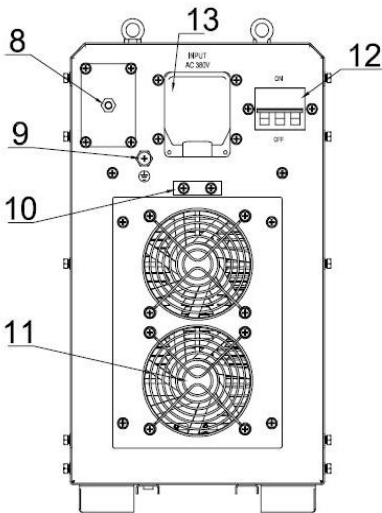
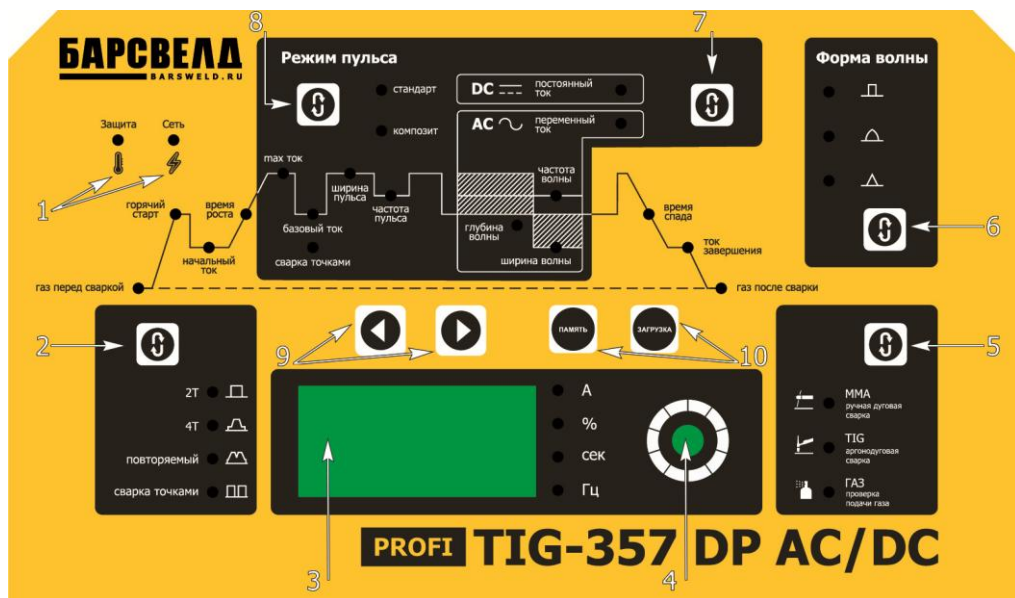

Рис.2. Задняя панель
Рис.3. Панель управления
1. Нажмите кнопку «ЗАГРУЗКА» (Рис. 3, п. 7) для выбора номера программы. Для перехода к следующей программе или другой нажмите на кнопку «ЗАГРУЗКА» повторно.
1. Выберите номер программы для выбранного параметра при помощи кнопки «ЗАГРУЗКА» (Рис. 3, п. 10).
2. Установите необходимые величины параметров при помощи ручки выставления параметров (Рис. 3, п. 4). Переход к выбранному параметру осуществляется при помощи кнопок выбора параметра (Рис. 3, п. 9).
3. Сохраните выбранный номер программы для выбранного и установленного параметра в памяти, нажав кнопку «ПАМЯТЬ» (Рис. 3, п. 10). Дисплей замигает, указывая на сохранение номера программы в памяти сварочного аппарата (Рис. 3, п.3).
Для подключения аппарата к сети, необходимо использовать сетевой кабель. Его необходимо подключить с требуемыми параметрами и проверить соединение, т.к. окисления могут привести к серьезным последствиям и даже поломке. Другой конец сетевого кабеля подключите к соответствующему разъему на задней панели аппарата (Рис. 2, п. 13). Заметьте, что аппарат серии **Profi TIG-317/357 DP AC/DC необходимо** подсоединить к **трехфазной** питающей сети с напряжением **380 В**. Затем проверьте с помощью мультиметра, чтобы технические данные на задней панели аппарата соответствовали напряжению и частоте питающей сети.
Снабжение газом: подсоедините газовый шланг к медному штуцеру (Рис. 2, п. 8). Система газоснабжения, состоящая из газового баллона, редуктора и газового шланга, должна иметь плотные соединения, чтобы обеспечить надежную подачу газа, что является чрезвычайно важным для осуществления TIG сварки.
Проверка газа: нажмите на кнопку проверки газа для проверки работы клапанов, клапаны исправны при поступлении газа (Рис. 3, п. 5).
Заземлите аппарат для предотвращения возникновения статического электричества и утечки токов (Рис.2, п.9).
После выполнения действий, указанных выше, переведите тумблер в положение «Вкл» (Рис. 2, п. 12), аппарат начнет свою работу с включения амперметра и работы вентилятора. С помощью переключателя «AC/DC» выберите режим AC или DC (Рис. 3, п. 7).
С помощью переключателя режимов выберите режим TIG (Рис. 3, п. 5).
После выполнения всех необходимых работ выключите аппарат посредством перевода тумблера выключателя электросети в положение «Выкл» (Рис. 2, п. 12). Проверьте, ничего ли не тлеет вокруг, так как пожар может начаться не сразу, а через некоторое время.
После выполнения действий, указанных выше, переведите тумблер в положение «Вкл» (Рис. 2, п. 12), аппарат начнет свою работу с включения амперметра и работы вентилятора.
С помощью переключателя режимов выберите режим ММА (Рис. 3, п. 5).
После выполнения всех необходимых работ выключите аппарат посредством перевода тумблера в положение «Выкл» (Рис. 2, п. 12). Проверьте, ничего ли не тлеет вокруг, т.к. пожар может начаться не сразу, а через некоторое время.